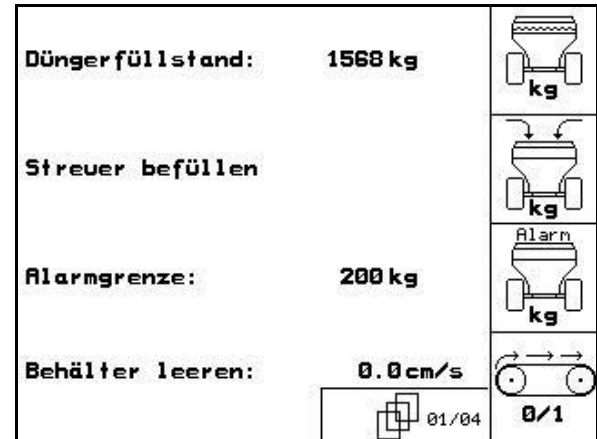

Fig. 69
- Makina verileri menüsünde Birinci sayfa  (Fig. 69).